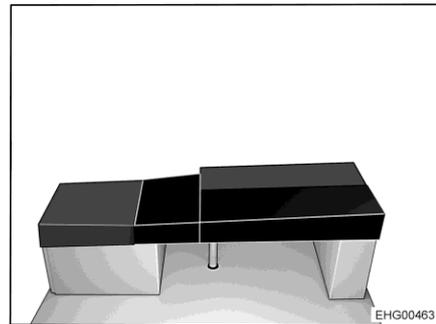

Bild 181 Nach dem Umbau
- Rechteckiges Zusatzpolster auf den Tisch legen (siehe Bild 181).
- Abgeschrägtes Zusatzpolster auf die L-förmige Bettverbreiterung legen (siehe Bild 181).